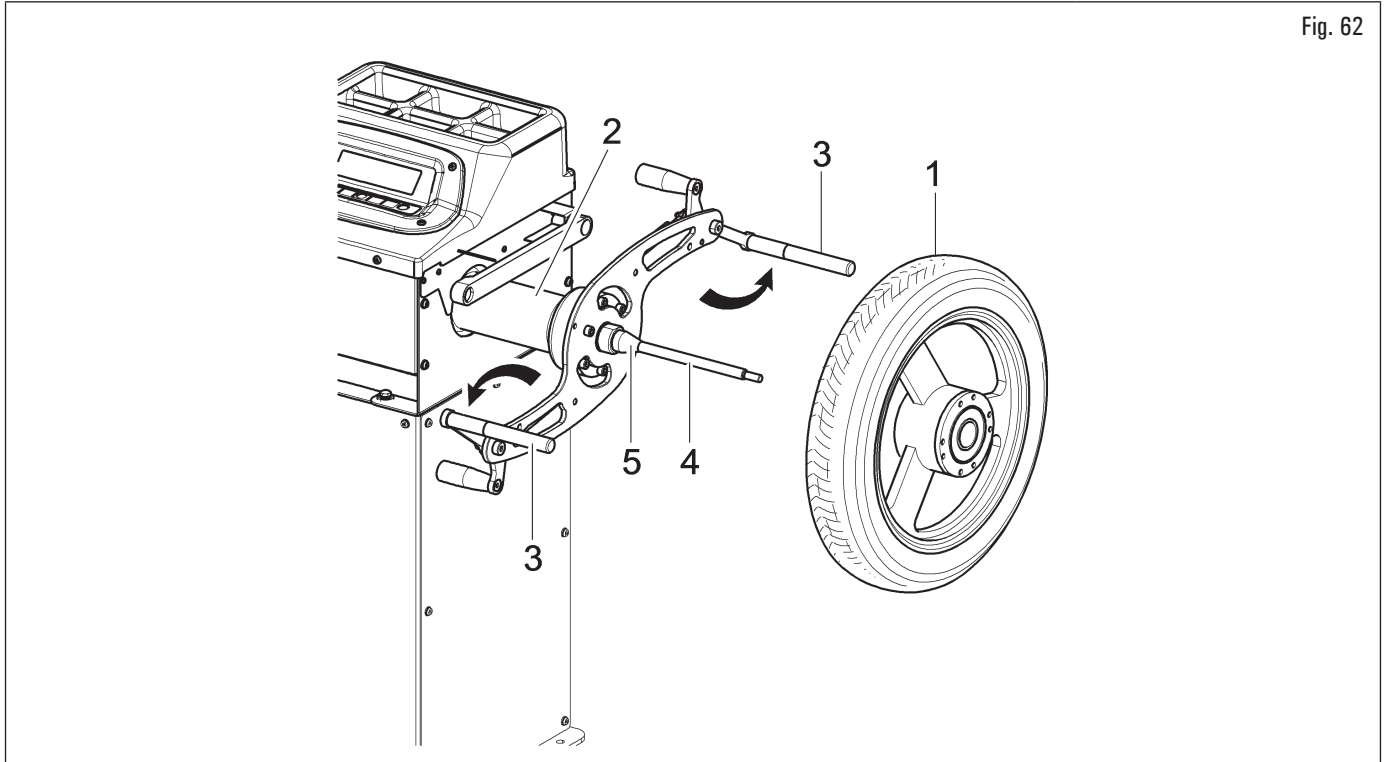

Fig. 62
1. Rimuovere qualsiasi tipo di corpo estraneo dalla ruota (Fig. 62 rif. 1): pesi già esistenti, pietre e fango e accertarsi della pulizia del mandrino (Fig. 62 rif. 2) e della zona di centraggio del cerchio prima di montare e fissare la ruota sul mandrino;
2. aprire completamente i bracci di ritegno (Fig. 62 rif. 3). Scegliere attentamente l'albero (Fig. 62 rif. 4) adatto alla ruota da equilibrare. Questi accessori dovrebbero essere scelti in base alla forma e alla dimensione del cerchio;
3. montare la ruota con il lato interno del cerchio verso l'equilibratrice e contro il cono (Fig. 62 rif. 5);